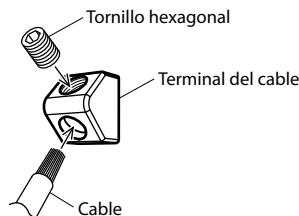

Fig. 8
- Apriete el tornillo colocado con la llave hexagonal (incluida) para fijar el cable. (Fig. 8)